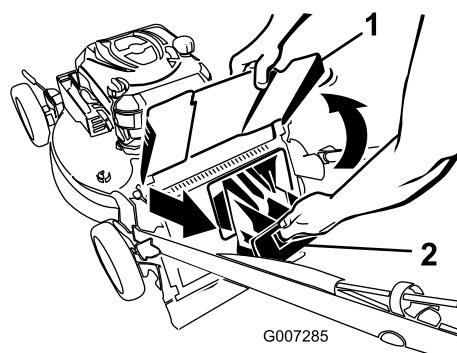

Figura 32
1. Sollevate il deflettore di scarico e tenetelo sollevato (Figura 32).
2. Togliete il coperchio di scarico posteriore (Figura 32).